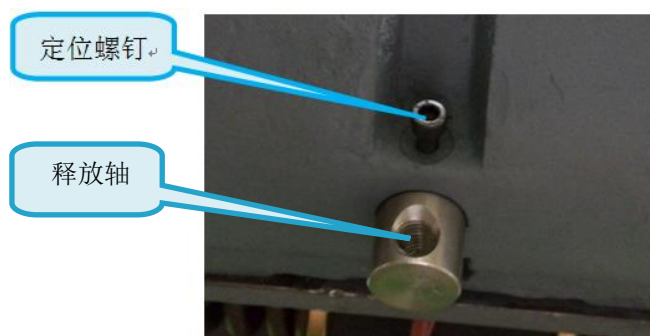
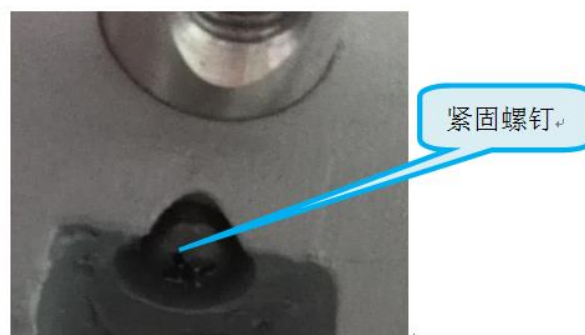

图 D-6
图 D-7
- 1) 拆掉释放轴上方的定位螺钉和下方的紧固螺钉，见图 D-6 和图 D-7；